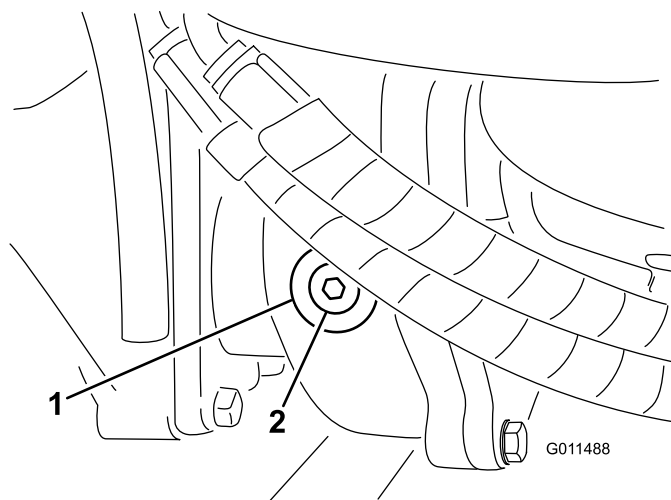

Figure 16
2. Enlevez le bouchon de contrôle/remplissage du côté gauche du boîtier d'engrenages (Figure 16) et vérifiez que le lubrifiant atteint la base de l'orifice. Si le niveau est bas, ajoutez suffisamment de lubrifiant pour rectifier le niveau.